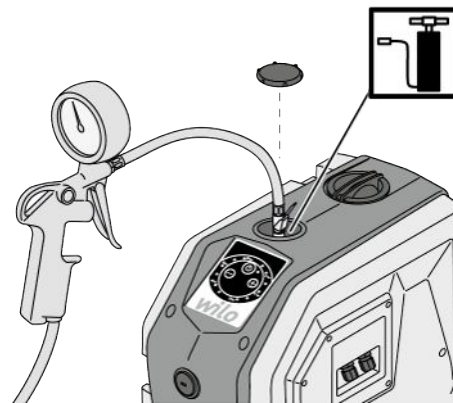
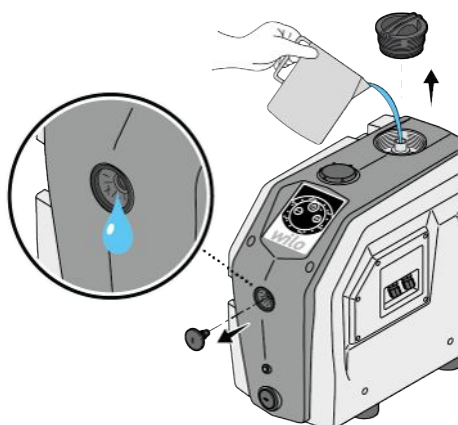

Fig. 7: Polnjenje membranske raztezne posode
Fig. 10: Polnjenje
1. Zaprite zaporni zasun (Fig. 7 – pol. 1, 2) na sesalni in tlačni strani.
1. Ko je izdelek nameščen v načinu odsesavanja (Fig. 7), hkrati pritisnite upravljalni tipki »+« in »-« za 5 sekund (Fig. 10).